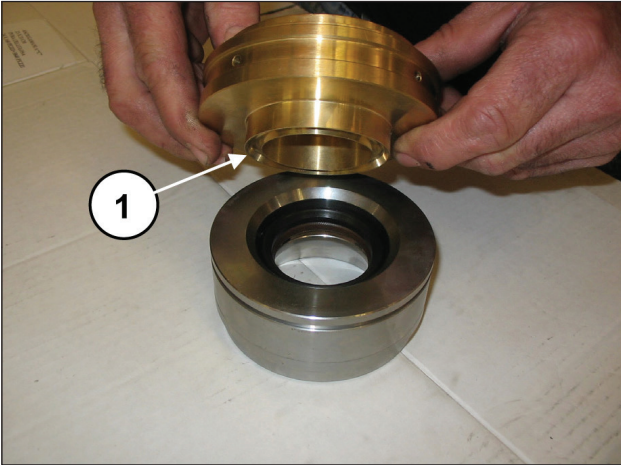

Fig. 138
Assembler le support des joints et la chemise (rep. ①, Fig. 138).